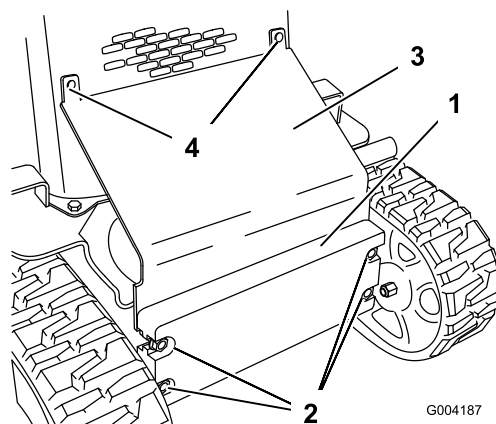

Figure 20
2. Desserrez les boulons de fixation de la masse avant (Figure 20).
3. Enlevez les boulons de carrossier et les écrous de fixation du déflecteur de chaleur (Figure 20).
10. Glissez le déflecteur de chaleur entre le châssis et la masse avant, et fixez-le au panneau avant à l'aide des boulons de carrossier et des écrous enlevés précédemment (Figure 20).
11. Serrez les boulons de fixation de la masse avant (Figure 20).